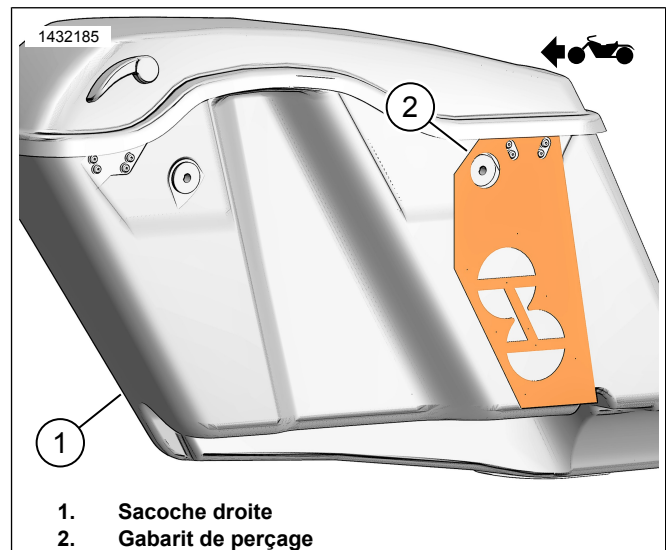

Figure 9. Modèle sacoche droite
1. Figure 9 Gabarit de position (2) sur la sacoche droite (1).